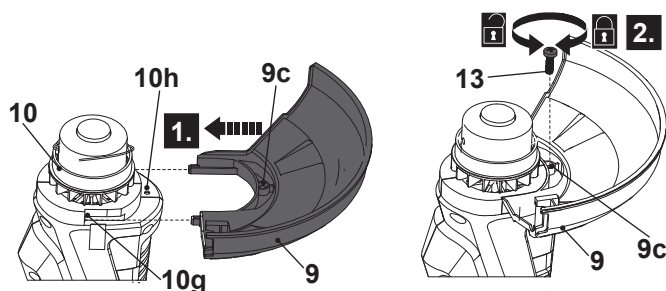

Fig. 3
1. Dé la vuelta al cabezal de corte (10).
2. Alinee y deslice el protector (9) hacia las ranuras deslizantes (10g) del cabezal de corte (10) (Fig. 3, paso 1). Introduzca completamente el protector (9) y asegúrese de que los agujeros de los tornillos (9c, 10h) estén bien alineados.
3. Asegure el protector (9) con el tornillo (13) en el sentido de las agujas del reloj (Fig. 3, paso 2).